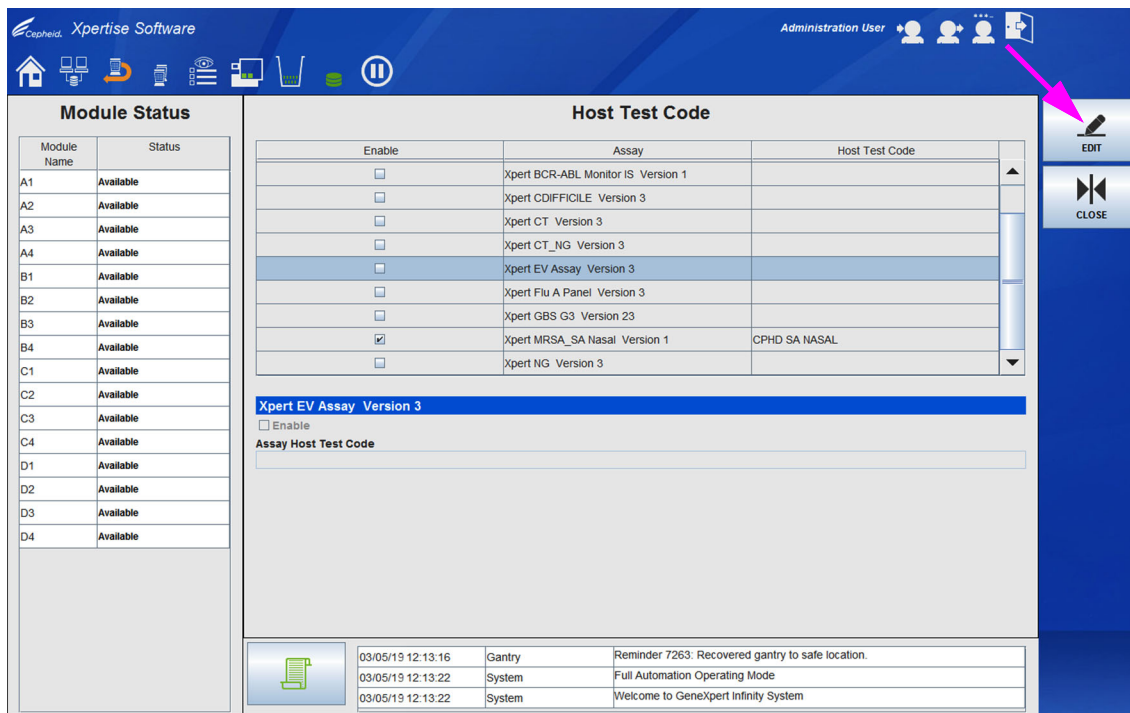

図 2-35. ホストテストコードワークスペース
2. **ホストテストコード (HOST TEST CODE)** ボタンを選択します (図 2-23 を参照)。ホストテストコード (Host Test Code) ワークスペースが表示されます。図 2-35 を参照。
3. ホストテストコード (Host Test Code) ワークスペースで、**編集 (EDIT)** ボタンを選択します (図 2-35 を参照)。これで、ホストテストコード (Host Test Code) ワークスペースが有効になり、編集できるようになりました。
1. ホストテストコード (Host Test Code) ワークスペースのホストテストコードの定義テーブルセクションで、構成するアッセイをハイライト表示し (図 2-35 を参照)、編集 (EDIT) ボタンを選択します。
1. ホストテストコード (Host Test Code) ワークスペースのホストテストコードの定義テーブルセクションで、構成するアッセイをハイライト表示し (図 2-35 を参照)、**編集 (EDIT)** ボタンを選択します。